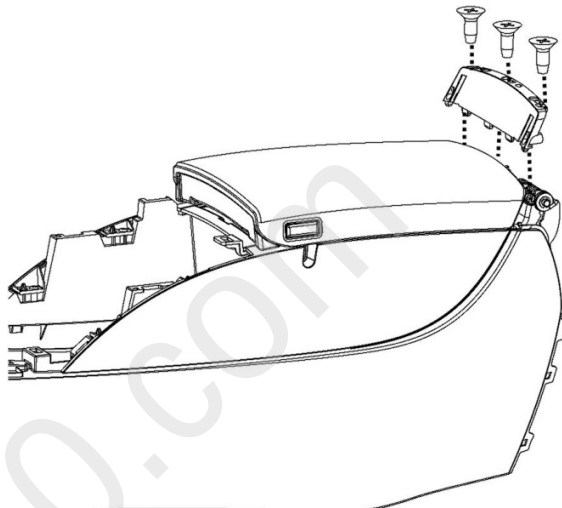

图 2.8.1 副仪表板本体挡板结构示意图
(1) 用十字螺丝刀依次卸下图2.8.1所示三个螺钉 (Q2733595AF3), 取下副仪表板本体遮挡板;